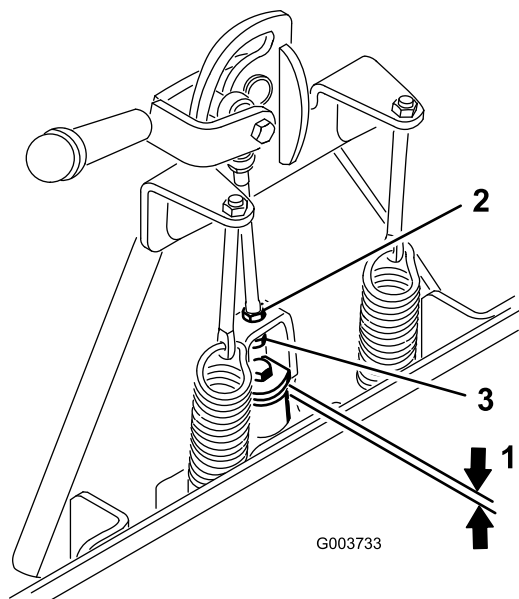

Figure 2
2. Mesurez l'espace entre la rondelle supérieure et l'entretoise dans l'ensemble biellette sur l'adaptateur d'accessoire, comme illustré à la Figure 2.